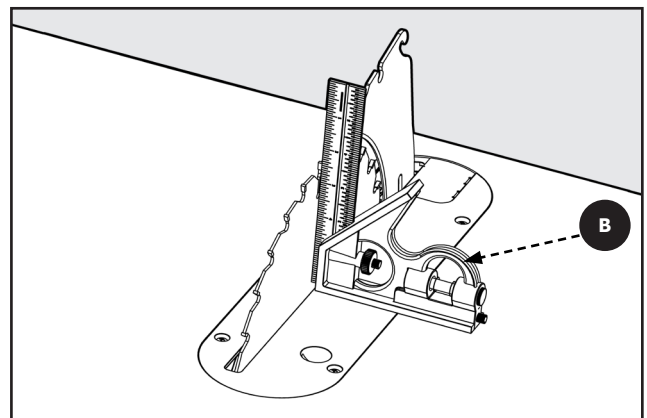

FIGURA 27
1. Coloque una escuadra combinada **B** contra la mesa y el lado de la cuchilla, evitando el contacto con los dientes. Véase la Figura 27.